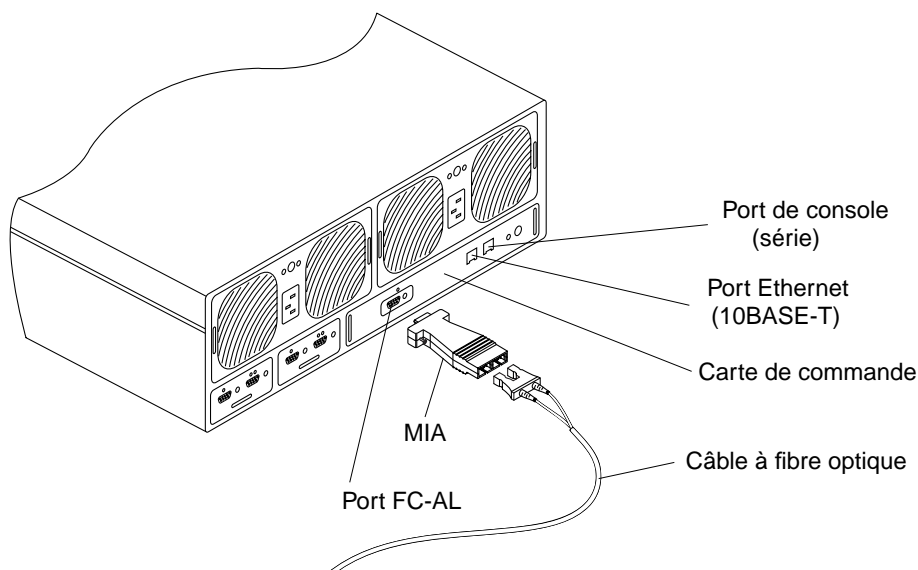

FIGURE 2 Détails du panneau arrière d'un plateau de disque
1. **Connectez un terminal (moniteur et clavier) au port de console (voir la FIGURE 2) à l'arrière d'un plateau de disque MCU (Master Controller Unit).**